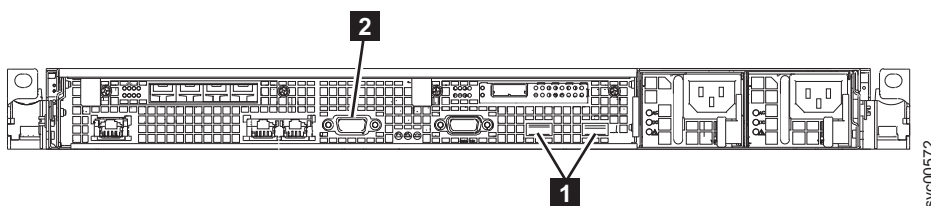

図 97. SAN ポリウム・コントローラー 2145-CF8 上のキーボードとモニター・ポート
- b. キーボードとディスプレイを接続します。図 97 は、2145-CF8 のキーボード・ポートとモニター・ポートの位置を示しています。図 98 は、2145-CG8 のキーボード・ポートとモニター・ポートの位置を示しています。2145-DH8 の前面または背面にある VGA ポートと USB ポートに接続します。